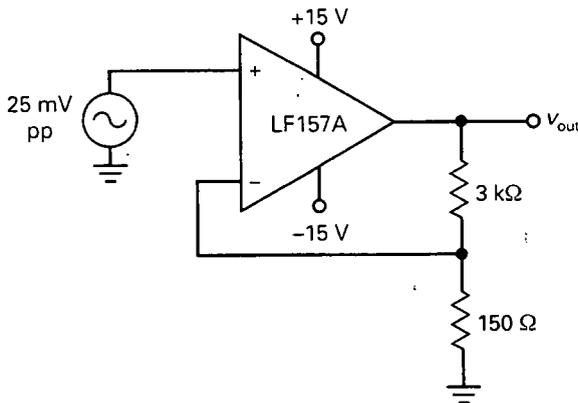

Figura 18-30
- 18-10. En la Figura 18-30, ¿cuál es la ganancia de tensión y ancho de banda en lazo cerrado? ¿Y la tensión alterna de salida a 100 kHz?
- 18-11. ¿Cuál es la tensión de salida cuando v_{in} se reduce a cero en la Figura 18-30? Utilice los parámetros para el peor caso dados en el Problema 18-9.